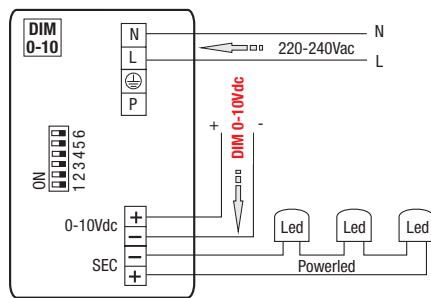

Fig. 3 - RN9168
**B - Funzione PUSH (P) - Fig. 3 -** tramite pulsante NA. Con una pressione breve si ottengono accensione e spegnimento, con una pressione prolungata si ottiene la regolazione.
**B - PUSH function (P) - Fig. 3 -** by means of NO button. By briefly pressing the button the system turns on and off, by holding it pressed it is possible to carry out regulations